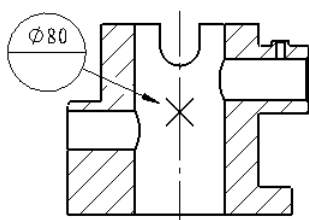
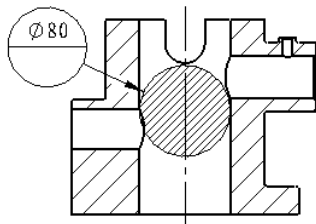
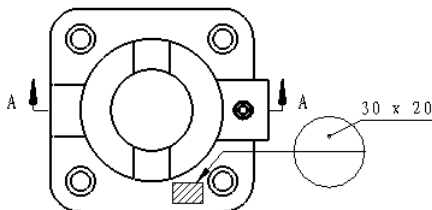

图 6.4.11 X 目标区域
图 6.4.12 圆形目标区域
图 6.4.13 矩形目标区域
- ☑ 基准目标区域的样式包括如下四种：图 6.4.11 所示的“X 目标区域” 、图 6.4.12 所示的“圆形目标区域” 、图 6.4.13 所示的“矩形目标区域”  和图 6.4.14 所示的“不显示目标区域” .